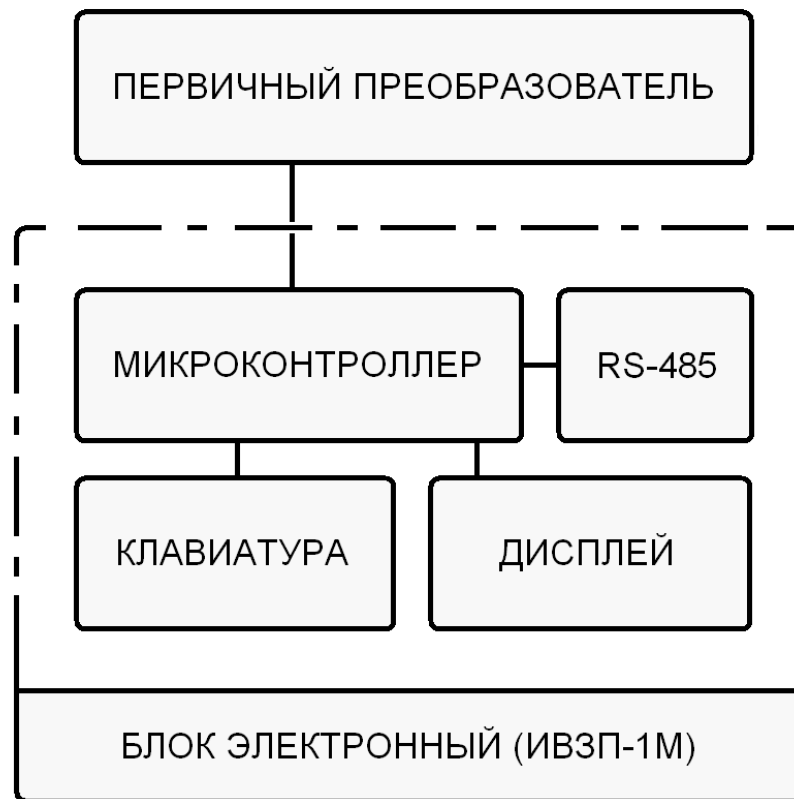

Рис. 2
5.2 Структурная схема ИЗМЕРИТЕЛЯ показана на рис. 2.
Первичный блок (рис. 2) преобразует уровень влажности зерна контролируемой ячейки в пропорциональный ему по значению токовый сигнал. Этот сигнал подаётся на вход АЦП, интегрированного в МК, где происходит его преобразование в цифровой код и дальнейшая обработка, а также имеющего блок клавиатуры для управления режимами работы и дисплей для отображения режима функционирования. Модуль интерфейса последовательного канала RS-485 для связи с персональным компьютером.